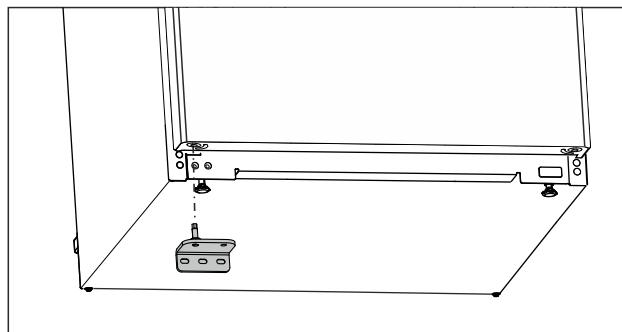

Fig. 17
- ▶ Поставете долната лагерна стойка от другата страна. (вж Fig. 17)